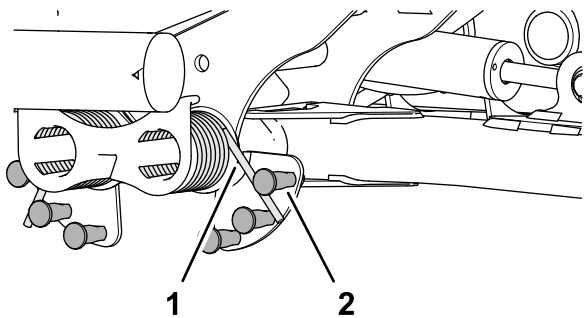

图 51
2. 将平衡压力弹簧的长端插入管或类似物体中然后将弹簧围绕带肩螺柱旋转至所需位置图 51。